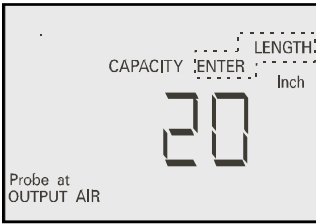

Figura 15
5.5.5 El VA500A estará pidiendo la longitud de la salida de aire. Entre la longitud en pulgadas, utilizando los botones ∇ \triangle (figura 14 y figura 15). No oprima el botón de “Enter” hasta el paso 5.5.7.